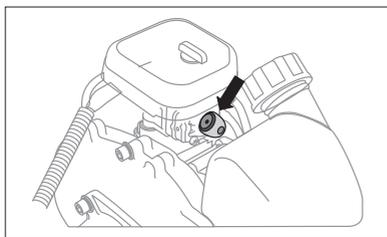

Рис. 8
3. Нажмите на прозрачный ручной топливный предпусковой насос (прокачной насос), расположенный между воздушным фильтром и топливным баком, пять или семь раз, чтобы наполнить карбюратор топливной смесью (рис. 8). При этом перекачиваемая топливная смесь должна быть видна через прозрачный колпачок кнопки насоса. Если топливная смесь не заполняет колпачок, нажмите на предпусковой насос еще несколько раз.